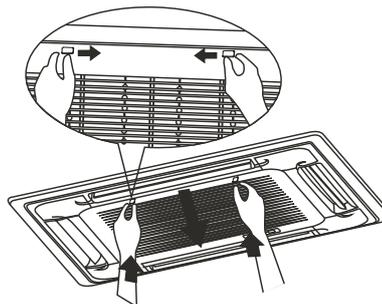

Abbildung 12.1
- Bewegen Sie die Gitterschalter gleichzeitig, wie in Abb.12.1 dargestellt.